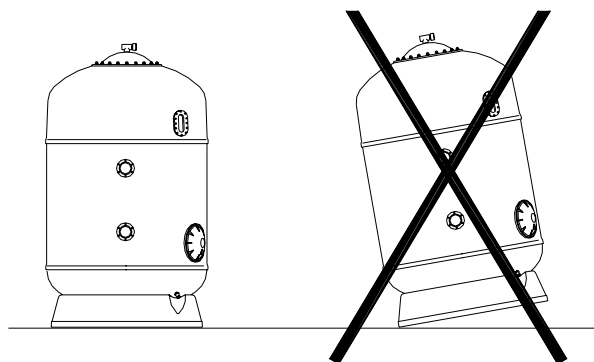

Fig. 2
- Die Filter auf ihren definitiven Aufstellungsort setzen, unter Berücksichtigung, dass der Filterfuss komplett auf dem Boden aufgestellt ist und dieser komplett aufrecht steht (Fig.2).